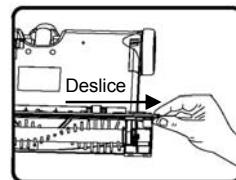

Fig. 15
- Para reemplazar la escobilla de goma, siga las instrucciones anteriores para quitar los engranajes y remueva la escobilla de goma deslizándola de izquierda a derecha. (Fig. 15)